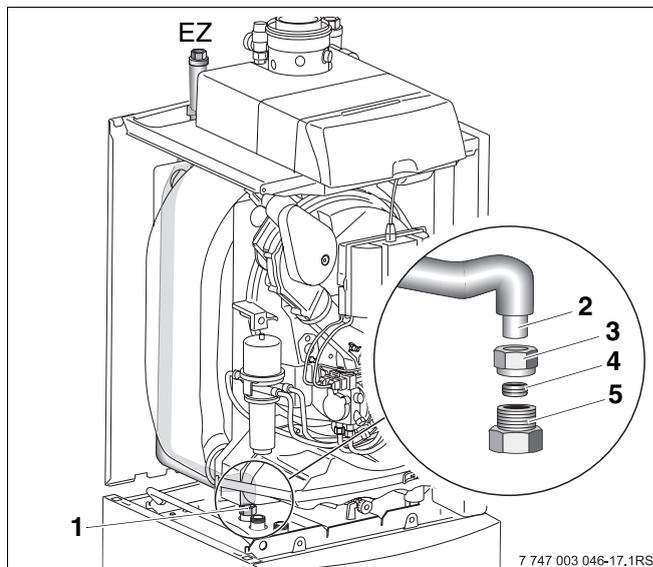

Bild 35 Zirkulationspumpenanschluss montieren
- Übergangverschraubung (Bild 35, **Pos. 5**) am Speicheranschluss (EZ) mit Hanf oder Gewindedichtfaden eindichten.
- Überwurfmutter (Bild 35, **Pos. 3**) und Klemmring (Bild 35, **Pos. 4**) über das Rohrende (Bild 35, **Pos. 2**) schieben.
- Zirkulationsrohr (Bild 35, **Pos. 2**) mit Überwurfmutter (Bild 35, **Pos. 3**) und Klemmring (Bild 35, **Pos. 4**) bis zum Anschlag in die Übergangverschraubung (Bild 35, **Pos. 5**) einschieben.
- Zirkulationsrohr (Bild 35, **Pos. 2**) ausrichten (siehe Bild 35).
- Ziehen Sie die Überwurfmutter (Bild 35, **Pos. 3**) handfest an.
- Markieren Sie vor dem Festziehen die Übergangverschraubung (Bild 35, **Pos. 5**) und die Überwurfmutter (Bild 35, **Pos. 3**) mit einem Stift.
- Beim Anziehen der Überwurfmutter (Bild 35, **Pos. 3**) an der Übergangverschraubung (Bild 35, **Pos. 5**) gegenhalten.
- Eine Umdrehung mit einem Gabelschlüssel anziehen, bis die Markierung an der Überwurfmutter (Bild 35, **Pos. 3**) mit der an der Übergangverschraubung (Bild 35, **Pos. 5**) wieder übereinstimmt (dies entspricht einem Anzugsmoment von 70 Nm).